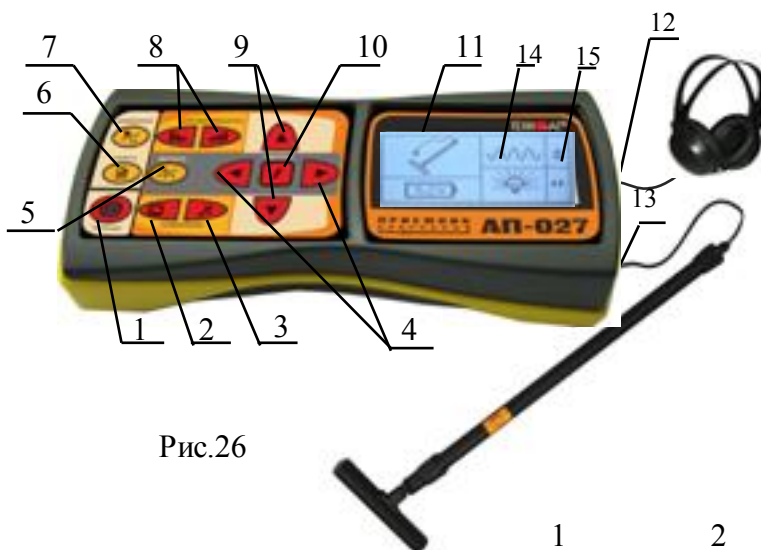
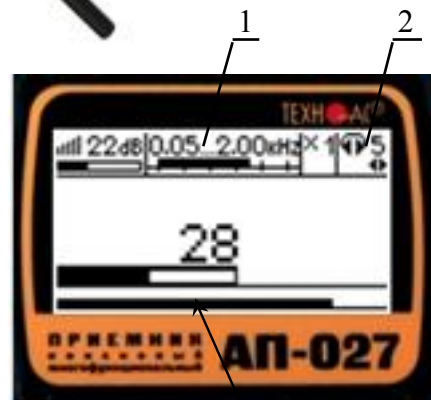

Рис.26
Рис.27
- Включить питание приемника АП-027 кнопкой ① поз.1 рис. 27.
- выбрать вид принимаемого сигнала сигнал «непрерывный» или «импульсный», в зависимости от режима заданного на генераторе (любой из кнопок ▲/▼ поз.9, см. подсказку поз.15 рис.26)
г) выйти из режима регулировки фильтра, нажатием кнопки «частота» f поз.10. На индикаторе в зоне окна поз.1 рис.27 исчезнет указатель подсказки и появится в зоне поз.2 рис.27 (возможность регулировки звука).
д) установить комфортную громкость звука в телефонах поз.2 рис.27, для этого нажать на кнопку режима звуковой индикации поз.3 рис.26 и отрегулировать громкость кнопками ◀/▶ поз.4 рис.26 (если кнопки не используются для регулировки фильтра).
е) Установить уровень входного сигнала кнопками «чувствительность» $\parallel\parallel\parallel$ и $\parallel\parallel$ поз.8 по индикатору «узкая шкала» (предпочтительно на 50...70% от максимума) поз.3 рис. 27.
ж) установить необходимый коэффициент усиления фильтрованного сигнала множителем « $\times 1/2/4/8$ » нажимая на кнопки ▲/▼ поз.10 рис.26, не допуская перегрузок.